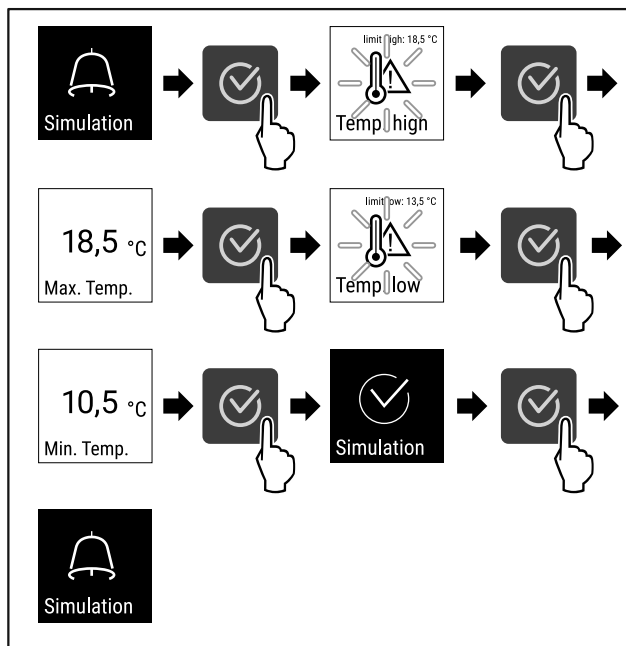

Fig. 109
- ▶ Hajtsa végre a művelet lépéseit (lásd Fig. 109) .